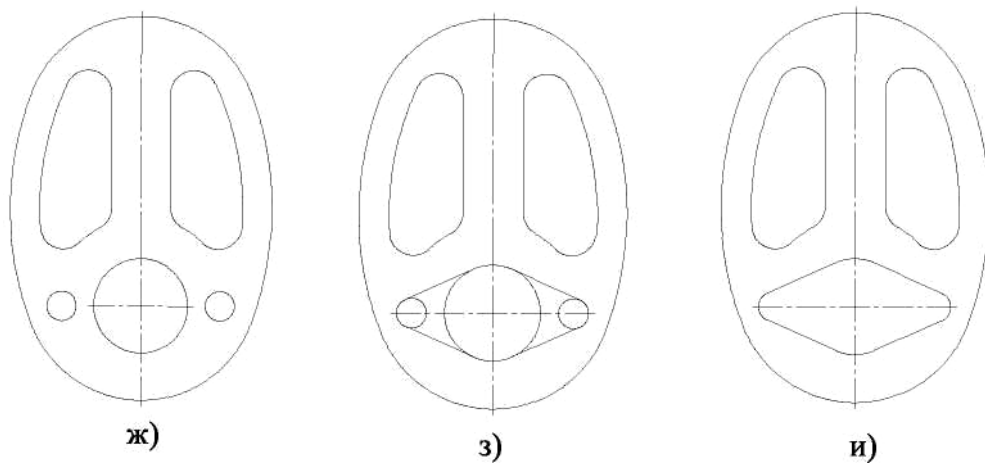

Рис. 2.12 - Последовательность выполнения работы
2. Изобразить осевые линии (рис. 2.12 а).
б) щелкнуть по пиктограмме **Отрезок**, задать стиль линии **Осевая**, а затем изобразить осевые линии (рис. 2.12 а). При формировании изображений осевых линий использовать расширенную команду  - **Параллельный отрезок** -
3. Изобразить заданные окружности (рис. 2.12 а). Для точного указания точек использовать объектную привязку **Пересечение**. Для этого щелкнуть на кнопке  - **Установка глобальных привязок** и в открывшемся окне установить опцию **Пересечение**.
4. Построить окружности, касательные к заданным окружностям (рис. 2.12 б). Для этого использовать команду  - **Касательная окружность к двум кривым**.
5. Удалить ненужные части окружностей. Использовать команду  - **Усечь кривую** панели **Редактирования** (рис. 2.12 в).
6. Построить дугу окружности **m** на заданном удалении от внешнего контура и прямую **n**, параллельную вертикальной оси симметрии (рис. 2.12 г). Использовать команду  - **Эквидистанта кривой** панели **Геометрия**.
7. Построить сопряжения между прямой **n** и дугой окружности **m**. Для построения сопряжений использовать команду  - **Скругление** (рис. 2.12 д, ж).
8. Построить окружности и касательные к ним. Для построения касательных использовать опцию  - **Отрезок, касательный к двум кривым** (рис. 2.12 з, и).
9. Удалить ненужные части окружности с использованием команды  - **Усечь кривую** (рис. 2.12 к).
10. Установить точность размерных надписей - число знаков после запятой 0 (рис. 2.12). Выполнить изображения размеров.